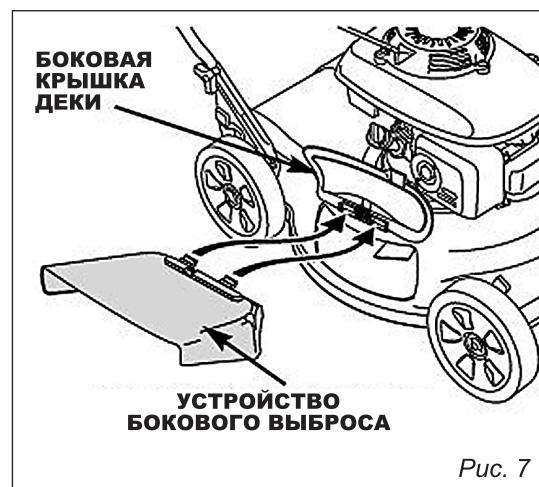

Рис. 7
5. Для установки бокового выброса поднимите боковую крышку деки и установите устройство бокового выброса (рис. 7).